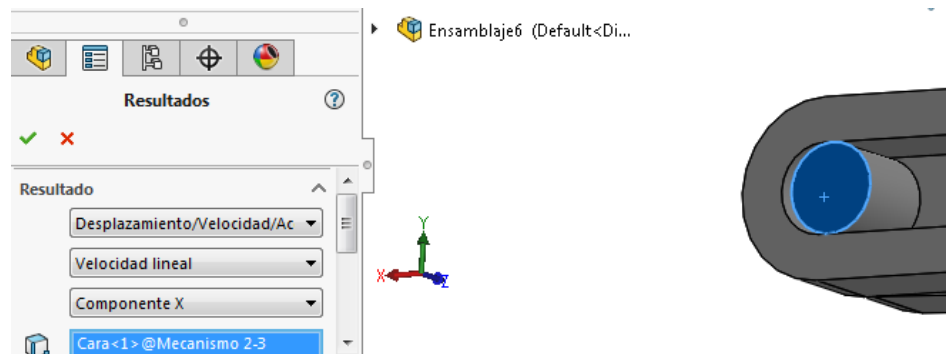

Ilustración 197
Paso 2: Al elegir la opción **Análisis de movimiento**, se da clic en **Resultados y trazados** (ver ilustración 196). Allí se debe elegir una categoría, en este caso se elige Desplazamiento/Velocidad/Aceleración y como subcategoría Velocidad Lineal, en componente se usa la Componente X en este caso y se selecciona la cara del pasador para determinar su velocidad (ver ilustración 197).
NOTA: Para hacer el cálculo de las diferentes graficas simplemente se cambia la sub categoría en el menú de opciones mostrado en la ilustración 197